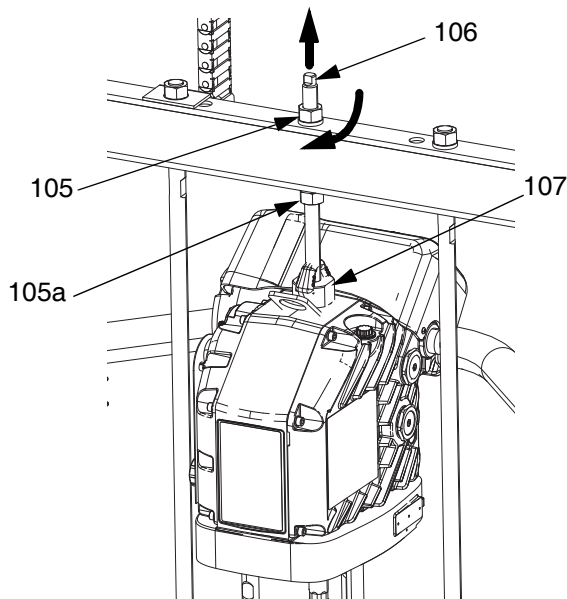

FIG. 36
3. Anslut drivenhet (AB):
- a. Sänk drivenheten (AB) på kolvumpen (AC) med en nyckel på muttern (105) tryckstången. Se FIG. 36 på sidan 46. Gånga upp muttern (105) och dra åt den under tryckstången. Dra åt muttern (105) under tvärstycket till maximalt 34 N•m (25 ft-lbs).